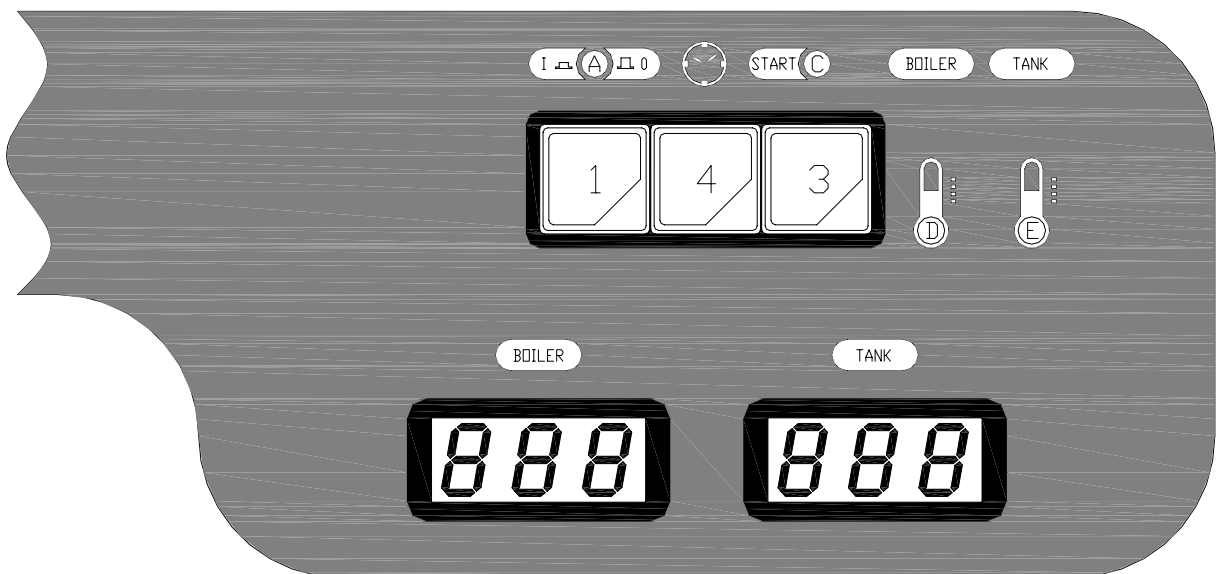

Fig. 3-2
- When the water intake cycle is complete, open the door (I) and add detergent (about 2 g. per litre of tank capacity). Position the full basket (L) and close the door (I). Select the appropriate washing cycle by pressing button (4) (short cycle button pressed ÷ long cycle button not pressed). Now press the START button (3) (at least for 2 seconds) and the wash cycle displayed by light (C) will start. When the cycle is over, this light goes out. To turn off the appliance, turn the switch (1) to (0). Light (A) indicates the appliance is off (Fig.3-2÷3-3).
- Nach erfolgter Füllung die Tür (I) öffnen und das Spülmittel einfüllen (ca. 2g/l Fassungsvermögen des Spülbehälters). Den gefüllten Geschirrkorb (L) einsetzen und die Tür (I) schließen. Das Programm durch Drücken des Druckknopfes (4) wählen (kurzer Spülgang Taste gedrückt ÷ langer Spülgang Taste losgelassen). Nun die START-Taste (3) mindestens 2 Sekunden lang drücken, und das Spülprogramm beginnt, die Kontrolllampe (C) leuchtet auf und am Programmende erlischt die Kontrolllampe. Um das Gerät auszuschalten, muß der Schalter (1) auf die Position (0) gestellt werden, die Kontrolllampe (A) erlischt. (Bild.3-2÷3-4).
- Após o enchimento abrir a porta (I) e adicionar o sabão (cerca de 2 gramas para cada litro de capacidade da máquina). Colocar o cesto (L) cheio com a louça e fechar a porta (I). Selecionar o ciclo de lavagem apertando o botão (4) (ciclo breve tecla acionada ÷ ciclo longo tecla desligada). A partir deste ponto, acionar o botão START (3) (pelo menos por 2 segundos) e iniciar o ciclo de lavagem, cujo funcionamento será indicado pela luz (C); ao final do ciclo a luz anteriormente indicada se apagará. Para desligar a máquina basta acionar o interruptor (1) até a posição 0 e assim a luz (A) se apagará (Fig.3-2÷3-4).